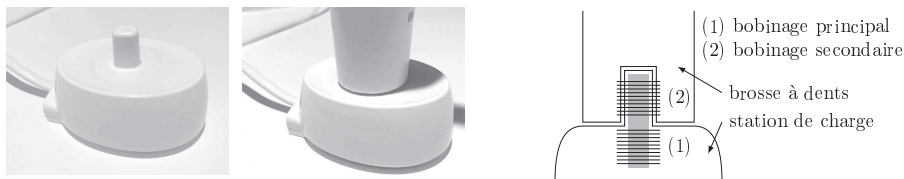

Figure 9 Station de charge
La figure 9 présente une station de charge par induction d'une brosse à dents électrique. Le modèle testé bénéficie d'un indice de protection IP67 le protégeant des effets de l'immersion jusqu'à un mètre. Il n'est pas démontable, le circuit électrique alimentant la bobine primaire (1) est totalement inclus dans une résine blanche empêchant d'accéder à ses caractéristiques. Les seules mesures possibles sont réalisées aux bornes du bobinage secondaire (2) situé à la base de la brosse à dents.